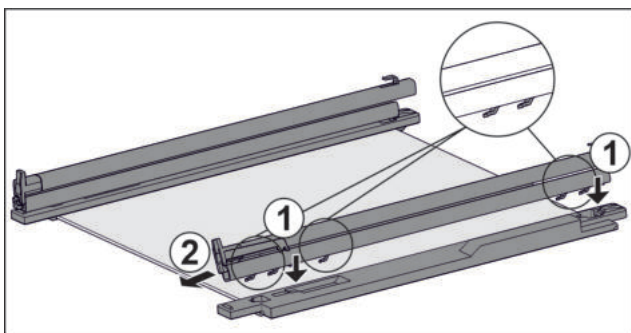

Fig. 46 Стъклена плоча с релси и задържащи части
- ▶ Поставете куките на релсата върху отворите на **лявата** задържаща част. Fig. 46 (1)
- ▶ Издърпайте релсата напред. Fig. 46 (2)
- ▶ Поставете куките на релсата върху отворите на **дясната** задържаща част. Fig. 46 (1)